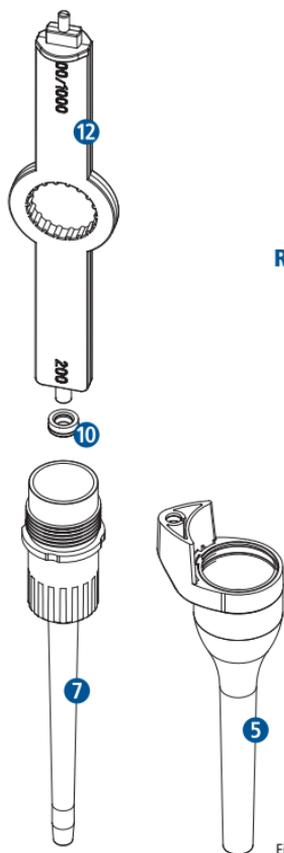

Fig. 6
- A l'aide de l'outil auxiliaire (Fig. 6), retirez la bague d'étanchéité **10** du cône de la pipette et remplacez-la (bagues d'étanchéité de remplacement, voir section 8 Codes de commande).